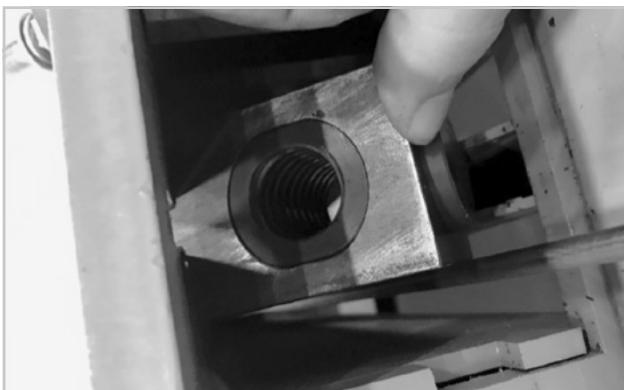

Figure 80
10. Enlever l'écrou ACME en poussant sur la tige ACME vers la table et en tournant jusqu'à ce que l'écrou puisse être enlevé (figure 80)